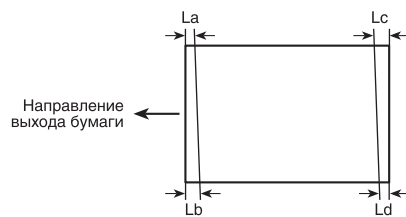

Рис. 27. Измерение расстояния от края бумаги
4. На копии измерьте расстояние от края бумаги до линии во всех четырех углах (La , Lb , Lc , Ld) (рис. 27).